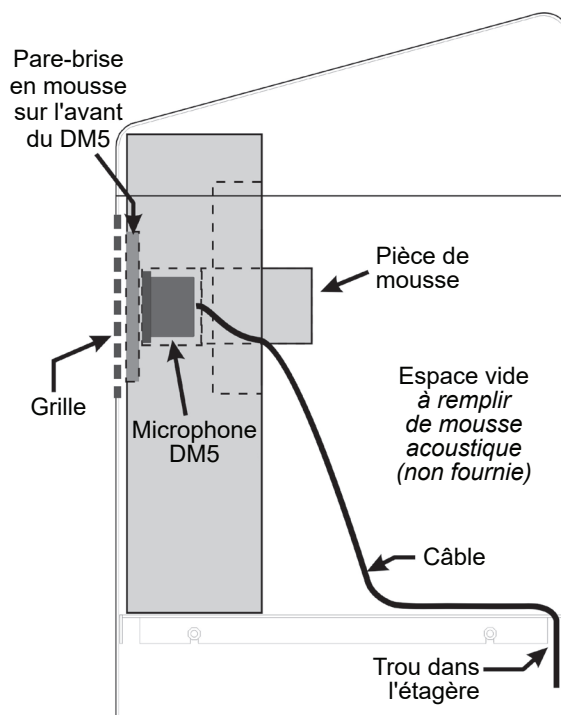

Figure 3.
- Placez la bonnette anti-vent en mousse devant le microphone, en la positionnant de manière à ce qu'elle recouvre l'intérieur de la grille du haut-parleur, comme indiqué sur la Figure 3.
- Placez le microphone, dans son boîtier en mousse, dans le compartiment supérieur du poteau de haut-parleur, de façon à ce que l'avant de la bonnette en mousse soit au même niveau que le métal, centré sur la grille, comme illustré à la Figure 3.